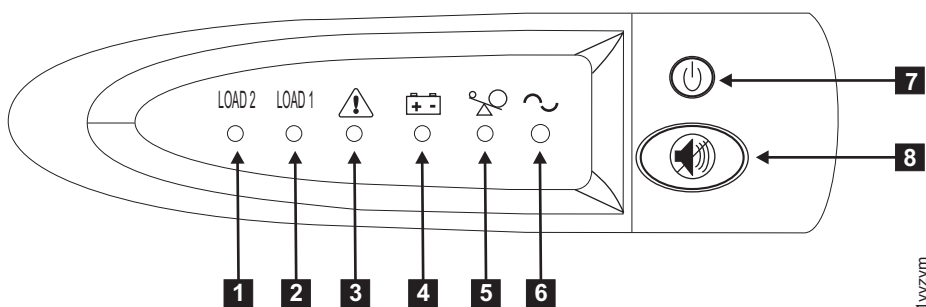

图 17. 2145 UPS-1U 前面板组合件
- 按住开/关按钮（图 17 中的 **7**）大约 5 秒钟。您可能需要一个尖头装置（如螺丝刀）来按压该开/关按钮。在 2145 UPS-1U 执行自检期间，前面板指示灯将按照启动顺序进行循环。